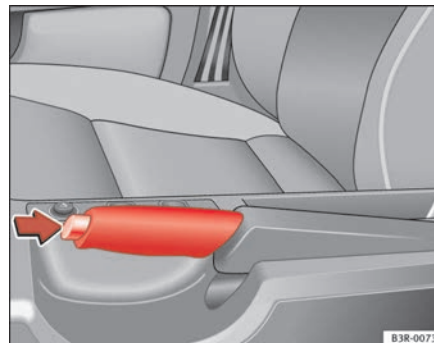

Abb. 141 In der Mittelkonsole: Handbremse angezogen
- Ziehen Sie den Handbremshebel etwas hoch *und* drücken Sie gleichzeitig den Sperrknopf ⇒ Abb. 141 -Pfeil- hinein.